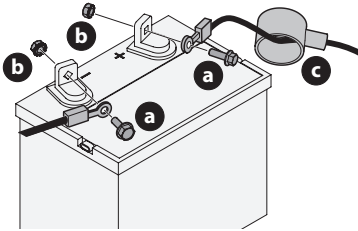

Figure 18
1. Retirez le protecteur en plastique, le cas échéant, de la borne positive. Connectez le raccord rouge à la borne positive [+] avec un boulon (a) et un écrou (b) (Figure 18).
2. Remplacez le capuchon rouge en caoutchouc (c) sur la borne positive [+] de la batterie pour la protéger contre la corrosion (Figure 18).
3. Retirez le protecteur en plastique, le cas échéant, de la borne négative de la batterie et fixez le câble noir à la borne négative (-) avec un boulon (a) et un écrou (b) (Figure 18).